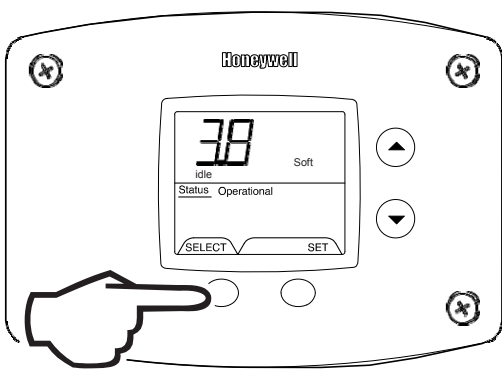

Fig. 38
7. Software Version (Display only) (Fig. 38).